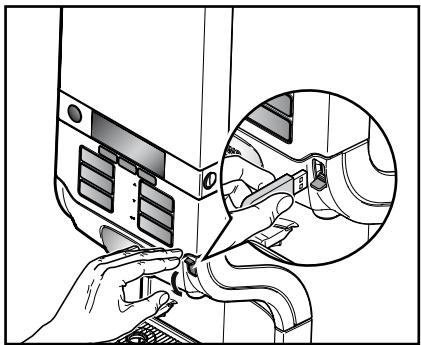

Рис. 51
- Вставить входящий в комплект поставки USB-ключ в USB-разъем автомата. (Рис. 51)